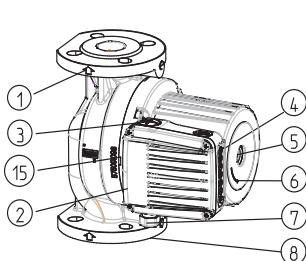

Abb.2
- Die Durchflussrichtung des Fördermediums muss mit dem Pfeil auf dem Pumpengehäuse übereinstimmen (Abb. 2 – Pos. 1).
- Anschlussflanschen sind NP 6/10 (Abb.2 – Pos.8)
- GHN (basic, auto), GHNM (basic, auto) – Pumpen verfügen über ein einfaches Hydraulikgehäuse (Abb.2 – Pos.8)
Das Hydraulikgehäuse der Pumpe darf nur bis zum Spalt zwischen dem Motor und dem Hydraulikgehäuse isoliert werden. Öffnungen zur Kondensatableitung aus dem Stotorraum müssen immer frei bleiben, dass gleiche gilt für den Einsatz der Pumpe in Heizsystemen, wenn eine Wärmeisolierung des Hydraulikgehäuses vorgenommen wird (Abb. 2, 3, Pos. 15). Das Elektromotorgehäuse, in dem sich Öffnungen zur Kondensatableitung befinden, darf nie isoliert werden!
Der Einspeiseleiter wird über die Einführung M20 (Abb.2 – Pos.7) angeschlossen.
Bei Pumpen des Typs GHN (basic, auto), GHND (basic, auto), GHNMD (basic, auto), GHNMD (basic, auto) liegt der Rotor im Wasser, in besonderen wassergeschmierten Lagern. Darum muss vor der Inbetriebnahme die Pumpe mit Wasser gefüllt und entlüftet werden. Zur Entlüftung der Pumpen wird die Schraube auf der Hinterseite des Elektromotors (Abb.2-Pos. 5) herausgeschraubt. Aus der Spalte zwischen der Motorwelle und dem Lager strömt Luft heraus. Wenn Wasser herauströpfst, schließen sie die Ventile auf der Ansaug- und Druckseite der Pumpe und starten sie die Pumpe. Die eingebaute Anzeige zeigt ein Drehen der Pumpenachse in die falsche Richtung mit mehrfachen Blinken des roten Lichtes an.
Jede Pumpe kann Bereiche von drei hydraulischen Charakteristiken abdecken. Um das zu erreichen, hat sie einen Elektromotor mit drei verschiedenen Drehzahlen eingebaut. Um gewünschte Charakteristik bzw. Geschwindigkeit auszuwählen, hat die Pumpe einen Knopf Knopf (Abb. 2, Pos. 4), mit dem man zwischen den Geschwindigkeiten wählt. Einstellung der Geschwindigkeiten bei Pumpentypen GHN, GHND, GHN M, GHNMD ( auto ) ( ) kann auf Knopfdruck manuell bei der Geschwindigkeit und automatisch in oder In beiden Fällen funktioniert die Pumpe abhängig von dem Durchlauf bei den Geschwindigkeiten automatisch. Bei dem Nachtregime ist noch Mediumtemperatur berücksichtigt und wenn die Mediumtemperatur fällt, schaltet die Pumpe in die Geschwindigkeit Fall ( $> 10^\circ\text{C}$ ) oder Geschwindigkeit um Fall ( $> 20^\circ\text{C}$ ) ungeachtet auf Durchlauf. Wenn die Mediumtemperatur um  $> 20^\circ\text{C}$  steigt, ist wieder die Funktionsweise in Verbindung mit Durchlauf ermöglicht. Diese Funktionsweise ist für die Systeme mit Thermoventilen und Systeme geeignet, in denen die Systemtemperatur in der Nacht fällt.
Die Pumpe ausschalten, Ventile an der Druck- und Ansaugseite der Pumpe schließen, Entlüftungsschraube ausschrauben, einen Schraubenzieher (Abb. 2-Pos.5) in den Schlitz auf der Welle stecken und diese so lange drehen, biss kein Widerstand mehr fühlbar ist. Danach wieder die Entlüftungsschraube einschrauben.